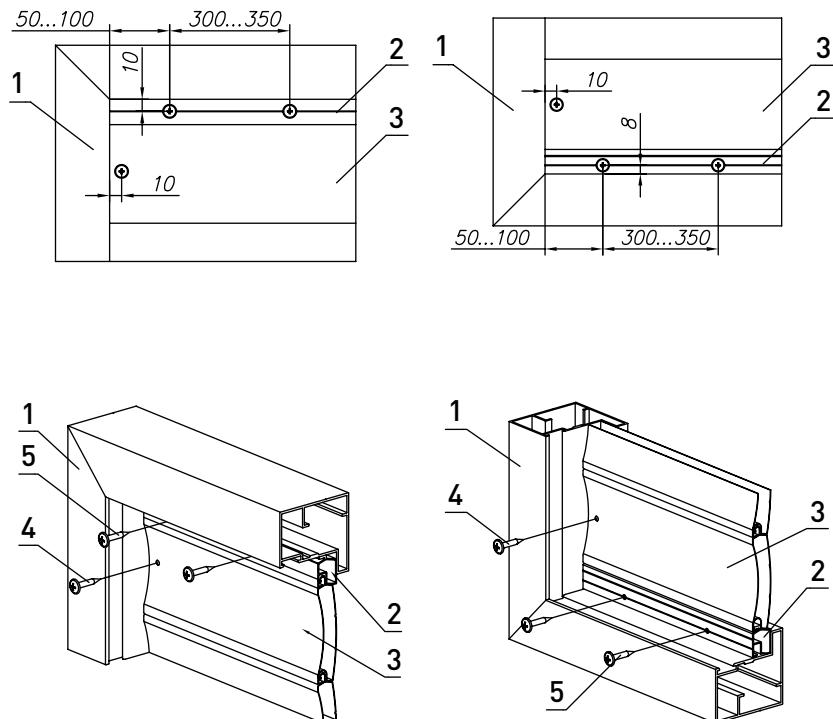

Рис. 18. Установка заполнения
3. Произвести разметку под сверление отверстий для крепления полотна заполнения в соответствии с рис. 18. При этом отверстия для крепления: